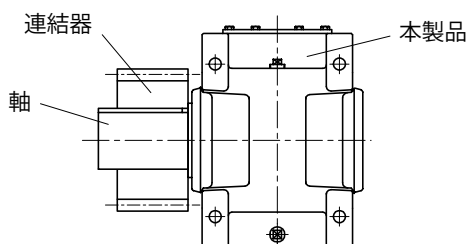
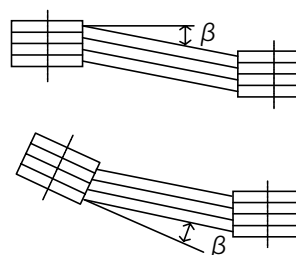

図 5-3
図 5-4
(2) チェーン、スプロケット、ギヤを使用する場合
- ・スプロケットやギヤは荷重の作用点が軸中央より本製品側へくるようにしてください。（図 5-3）
(3) V ベルトを使用する場合
- ・両プーリ間の平行度、偏心度 β は 20'（20 分）以内としてください。（図 5-4 参照）